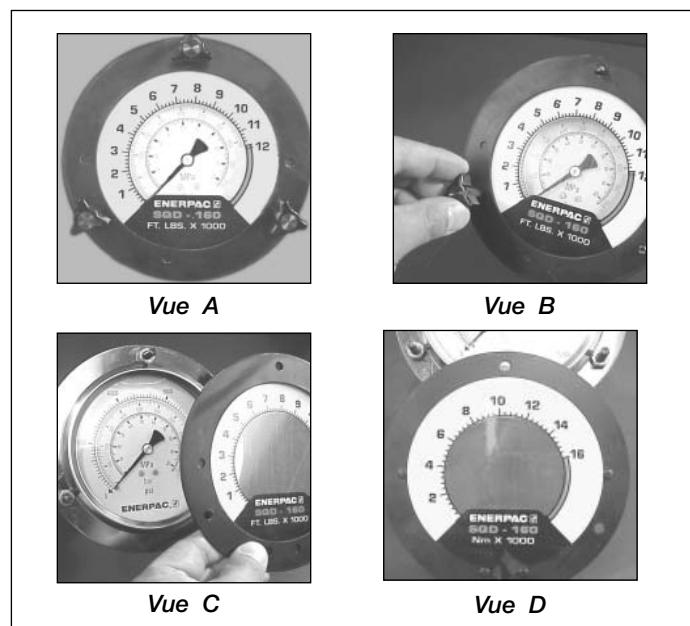

Figure 10, , Installation du recouvrement
La pompe est fournie avec un manomètre à pression installée. Selon l'utilisation, un jeu de disques interchangeables est fourni avec chaque pompe. Un disque s'adapte sur le cadran du manomètre de pression et convertit facilement les lectures de pression en lectures de couple (Voir fig. 10, Vue A). Le disque affiche les unités impériales (pi-lb) sur un côté et les unités métriques (Nm) sur l'autre côté. Pour changer d'échelles, simplement glisser le disque dessus.
1. Enlever les trois onglets noirs qui retiennent en place la collarette de manomètre avant (voir figure 10, vue B).
2. Enlever la collarette avant et le disque (voir figure 10, Vue C).
3. Insérer le nouveau disque (ne pas oublier de vérifier que le disque correspond bien à la clé dynamométrique Enerpac employée) sur la collarette, aligner le disque avec les coches à l'arrière de la collarette (voir figure 10, Vue D).
4. Tout en tenant le disque derrière la collarette (voir figure 10, Vue C), insérer la collarette dans les goussets de la poignée, repositionner le disque au besoin et serrer manuellement les poignées (voir figure 10, Vue B). La collarette appuiera le disque sur le manomètre et la retiendra en place. Consulter les directives de la clé dynamométrique pour connaître la quantité de pression requise pour produire le couple souhaité. Tenir compte que la pression maximum varie selon les clés et les accessoires.